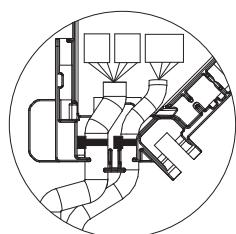

Fig. 10-15
- Sicherstellen, dass der das i-See-Sensor- und Signalempfänger-Verbindungs-kabel sichernde Kabelbinder im Innern des Anschlusskastens platziert ist. (Fig. 10-15)